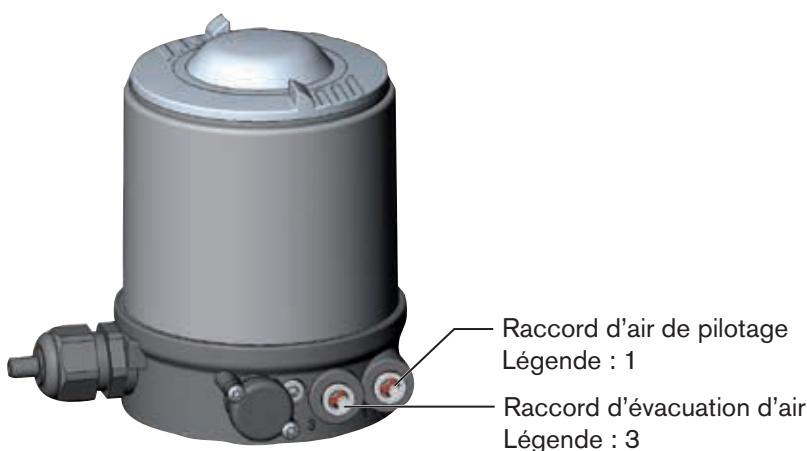

Figure 19 : Raccordement pneumatique
- Raccorder le fluide de commande au raccord d'air de pilotage (1) (3 ... 7 bars ; air d'instrument, exempt d'huile, d'eau et de poussières).
- Monter la conduite d'évacuation d'air ou un silencieux sur le raccord d'évacuation d'air (3) (voir « Figure 19 »).